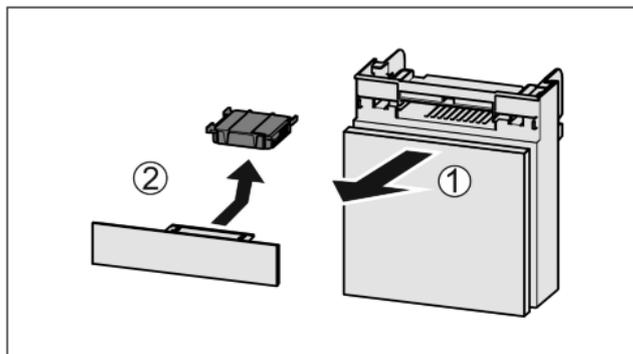

Fig. 44
- Vytiahnite zásuvku smerom dopredu Fig. 44 (1).
- Vyberte aktívny uhlíkový filter Fig. 44 (2).